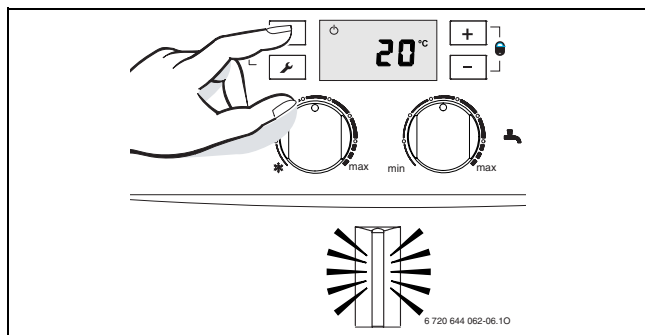

Fig. 21
- ▶ Porniți aparatul prin intermediul tastei stand-by (→fig. 21).